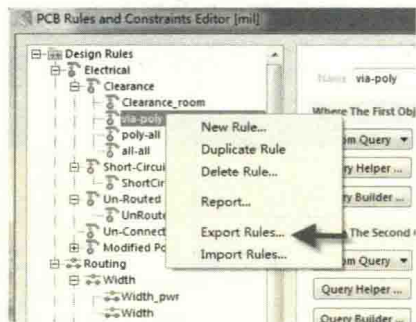

图 9-46 规则的导出
- (1) 在规则约束管理器中单击鼠标右键，选择“Export Rules...”选项，如图 9-46 所示。